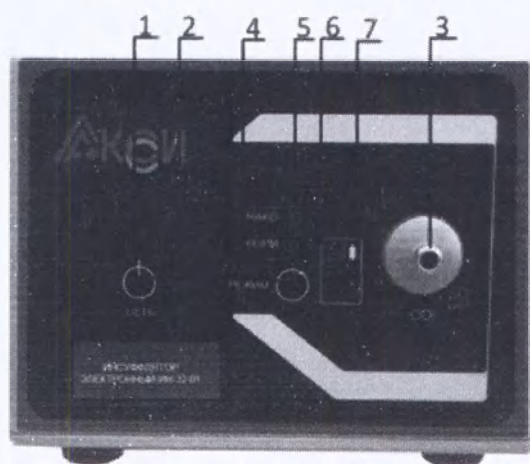

Рисунок 2 – Передняя панель аппарата
1.8.1 Подключите разъем шнура питания к разъему СЕТЬ. Заземлите инсuffлятор, используя клемму выравнивания потенциала 5 (рисунок 2).